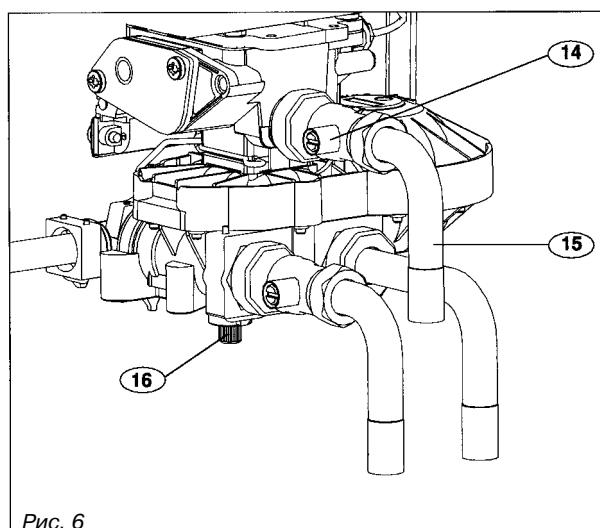

Рис. 6
#### Соединение для подачи природного газа (рис. 6):
- Проверить, что кран подачи холодной воды, а также кран подачи газа поз. 14 (рис. 6) или редукционный клапан подачи бутана или пропана открыты.
- Отвинтить сливную пробку поз. 16 (рис. 6).